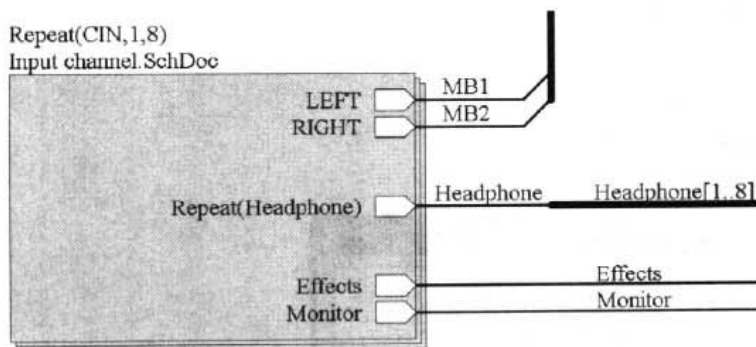

图 19-10 通道的一个实例
- (1) 在子图中绘制出一个通道。
- (2) 在父图中放置一个代表该子图的子图符号。
- (3) 定义通道数目——在子图符号的名称栏输入关键词 Repeat，如图 19-10 所示，本例中子图名称为 CIN，通道编号为 1~8。